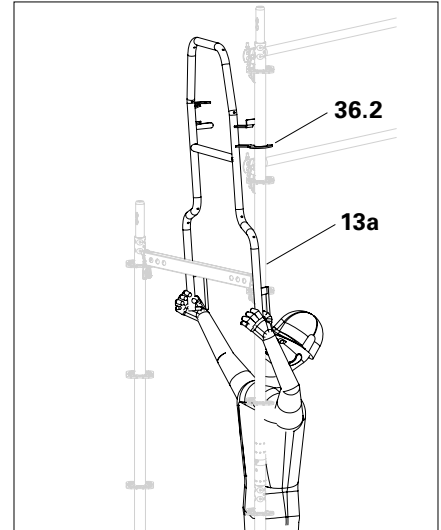

Abb. A5.13b
3. Vorlaufendes Stirngeländer halb herunterschwenken und Gabel (36.2) am äußeren Vertikalstiel einhaken. (Abb. A5.13b)